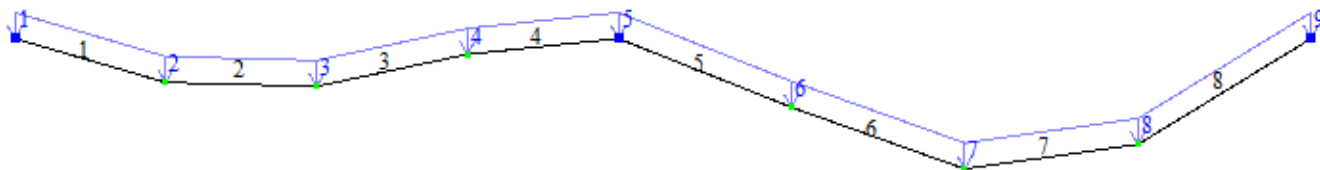

Рис. 19.23. Розрахункова схема з урахуванням переміщень вузлів
- У режимі перегляду результатів розрахунку за умовчанням розрахункова схема відображається з урахуванням переміщень вузлів (рис. 19.23). Для відображення схеми без урахування переміщень